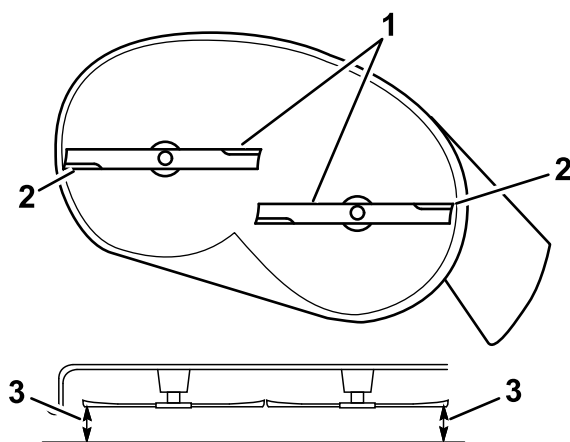
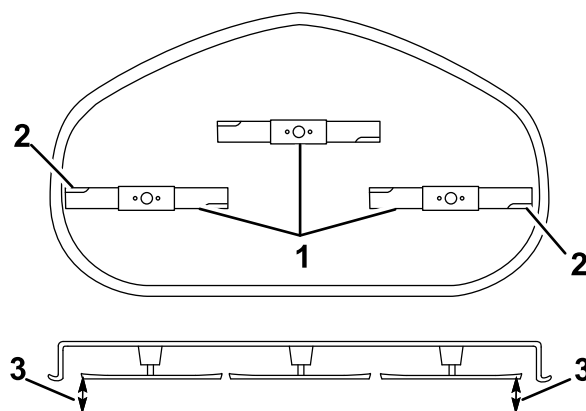

Figura 60
Figura 61
5. Mida entre los bordes de corte exteriores y la superficie plana (Figura 60 y Figura 61).